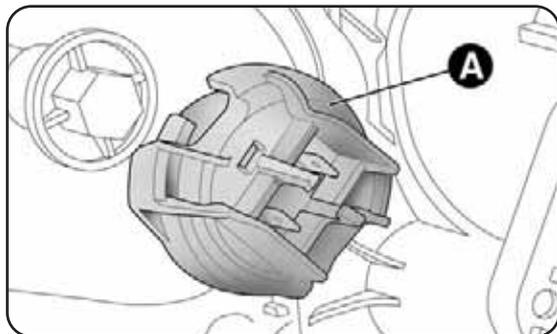

fig. 24
- retirar a tampa A-fig. 24 de protecção da lâmpada;